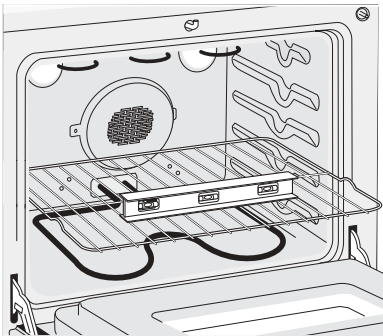

Figure 4
2. Déposez un niveau à bulle sur la grille (see figure 4). Prenez 2 lectures en plaçant le niveau en diagonale dans une direction, puis dans l'autre direction. Si nécessaire, ajustez les 4 vis de nivellement à l'aide d'une clé pour niveler l'appareil (reportez-vous à la figure 9).